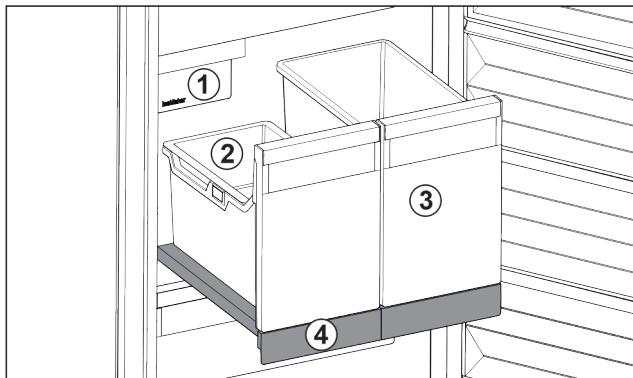

Fig. 98 带 IceTower 的拉出式搁板
拉出式搁板上有两个高容器 (IceTower)。来自 IceMaker 的冰块被收集并储存在容器 Fig. 98 (2) 中。容器 Fig. 98 (3) 适合存放较高的食物，例如比萨或酒精饮料。